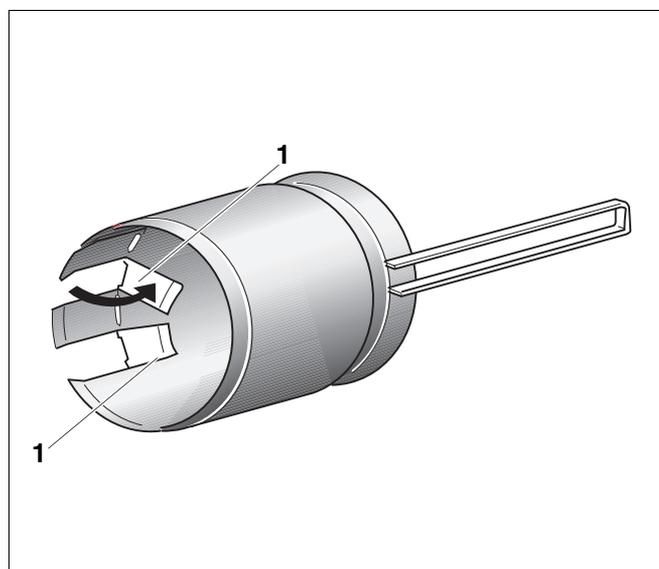

Abb. 45 Laschen am Flammtopf umbiegen
Um die Abgastemperatur anheben zu können, müssen Sie die vorgeschrittenen Laschen (Abb. 45, **Pos. 1**) am Umfang des Flammtopfs umbiegen.
- Laschen (Abb. 45, **Pos. 1**) nach innen im Winkel von 90° umbiegen.